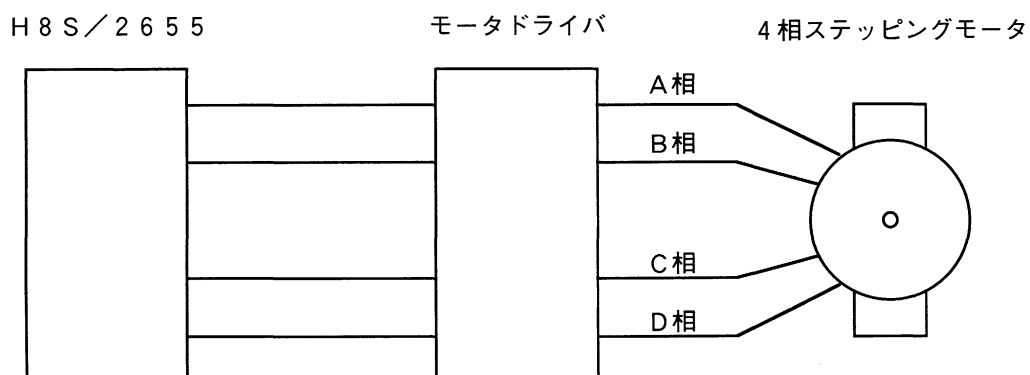

図1 4相ステップモータ制御回路図
- (1) 図1に示すようにH8S/2655の内蔵機能のうち、TPU、PPG、DTCを使用し、4個の4相ステップモータを制御します。
- (2) ステップモータは2相励磁方式で制御します。
- (3) 本タスクでは、ステップモータを停止→正転→停止→逆転→停止の動作を繰り返します。
- (4) 本タスクではソフトウェアの介在なしに、スルーアップ及びスルーダウンの処理を行います。
- (5) ドライバの保護のため貫通電流防止期間を設けます。